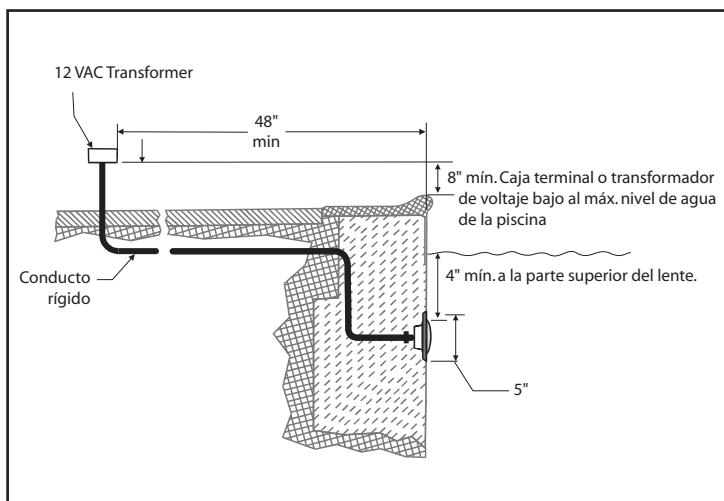

Figura 1. Instalación de la luz LED Jandy Pro Series con accesorio de plástico estándar de 1,5"
1. La caja terminal o el transformador de voltaje bajo debe ubicarse al menos a ocho (8) pulgadas (medidas desde dentro de la parte inferior de la caja terminal o el transformador) por encima del nivel MÁXIMO de agua o al menos cuatro (4) pulgadas por encima del nivel del suelo o el perímetro exterior de la piscina, el que sea mayor. La caja terminal o transformador también debe instalarse al menos a cuarenta y ocho (48) pulgadas (4 pies) del borde de la piscina. Véase Figura 1.
2. Debe instalarse un accesorio de plástico estándar de 1,5" en la pared/retorno (no incluido) de manera que la parte superior del lente de la luz subacuática se encuentre al menos a 4 pulgadas (10,2 cm) por debajo de la superficie del agua en la piscina. Véase Figura 1.
1. Pase el cable por el conducto eléctrico a la caja terminal, dejando al menos catorce (14) pulgadas de cable en exceso en el conducto cerca de la pared de la piscina para permitir la preparación para el invierno. Véase Figura 1.